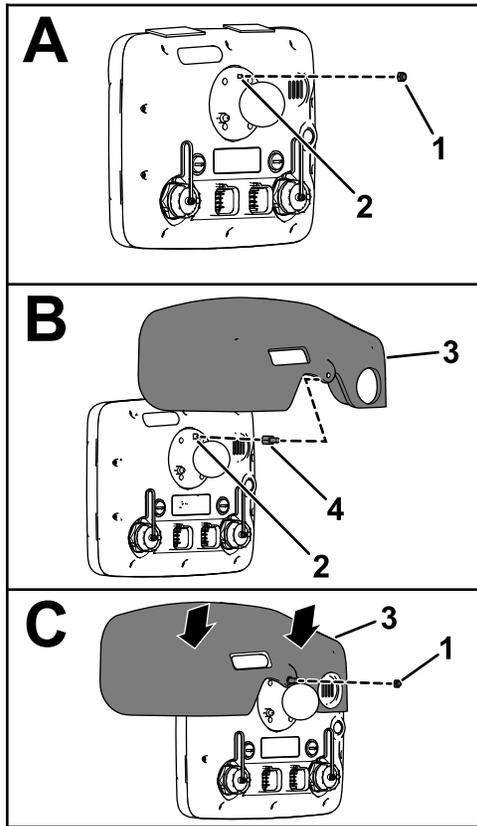

Figura 4
1. En la parte trasera del monitor de fumigación, con los 2 conectores (26 pines) hacia abajo, retire la contratuerca superior (5 mm) del espárrago del soporte de bola (Figura 4, A).
3. Enrosque el separador en el espárrago del soporte de bola (Figura 4, B) y apriete el separador a 250 N·cm.
6. Alinee el orificio de la visera del monitor con la porción del espárrago del separador roscado (Figura 4, B).
7. Monte la visera en el monitor (Figura 4, C) con la contratuerca de 5 mm que retiró en el paso 1.